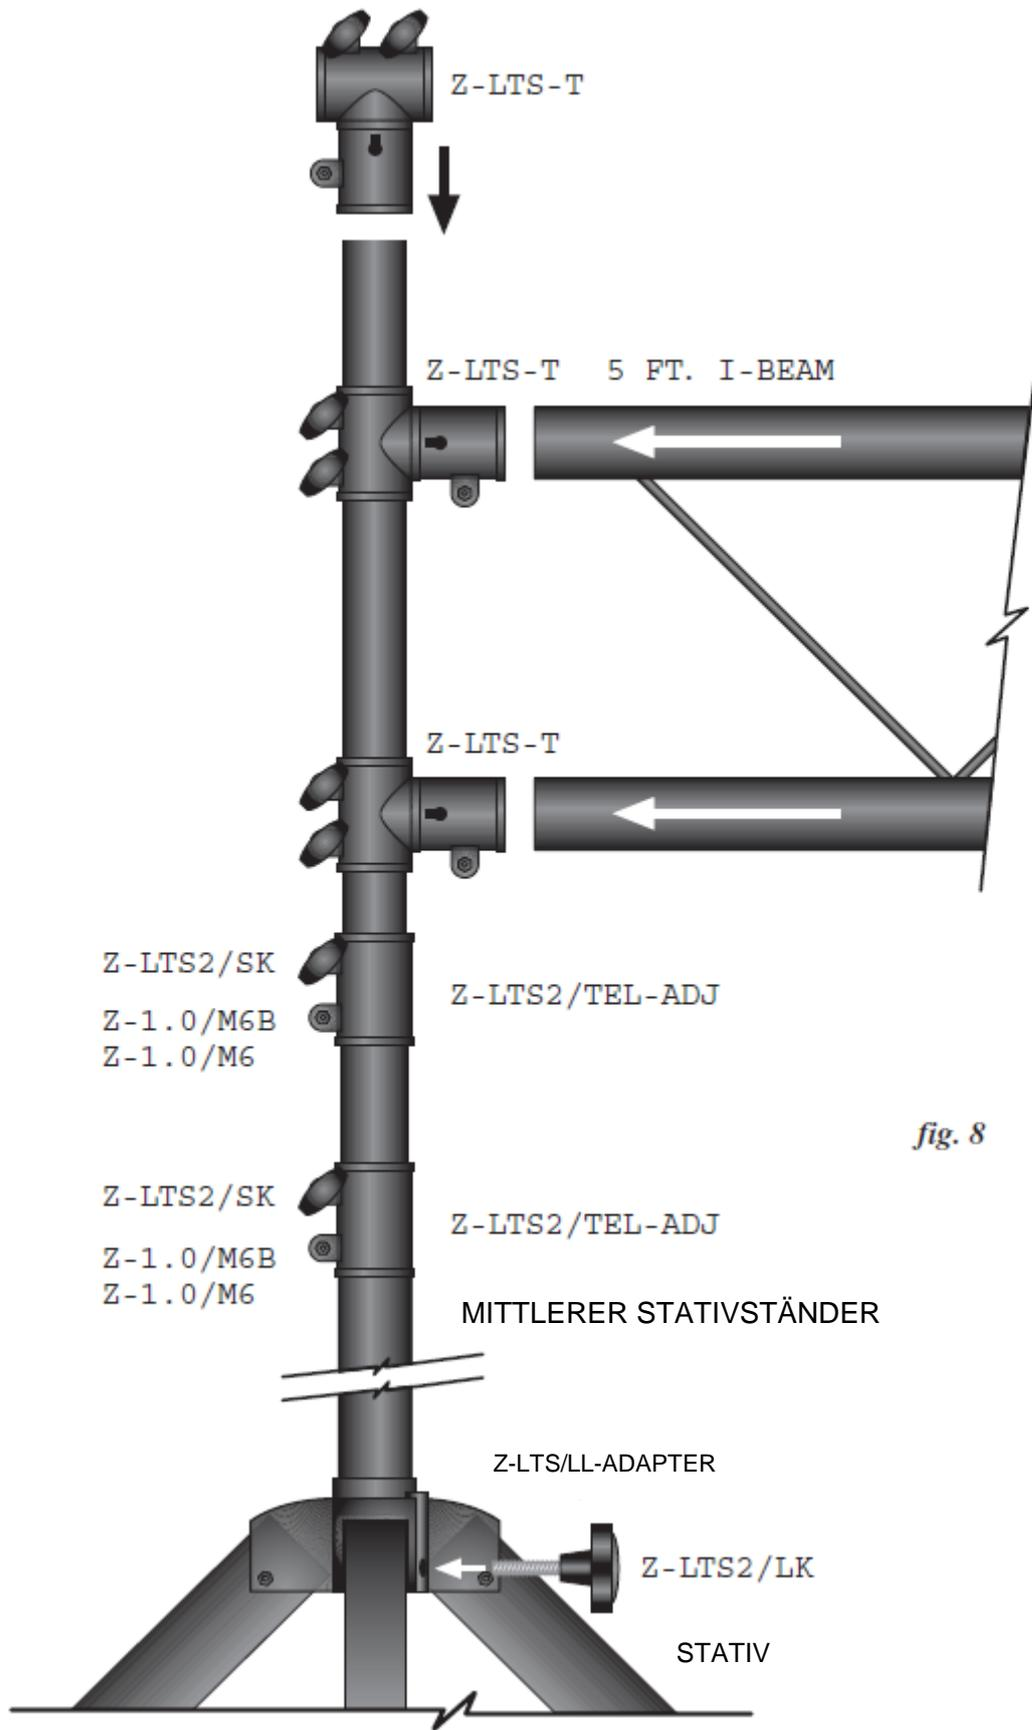

fig. 8
8. Stellen Sie die zwei Stative auf. Die Teleskopverlängerung lässt sich durch Lösen der Drehknöpfe auf die gewünschte Höhe einstellen. Schieben Sie die zwei T-Ringe jeweils auf die mittleren Ständer. Schieben Sie die Gerüstkonstruktion in die T-Ringe. Platzieren Sie dann einen weiteren T-Ring auf jeden mittleren Ständer des Stativs. (siehe Abbildung 8).